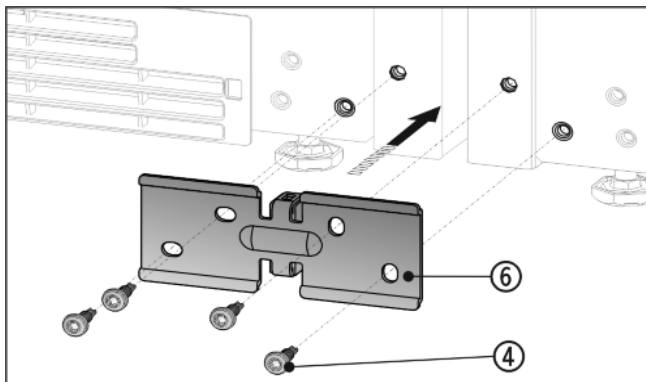

Fig. 8
- ▶ Вкарайте ъгъла Fig. 8 (6) с дистанционера между уредите и завинтете хлабаво с 4 винта Fig. 8 (4).